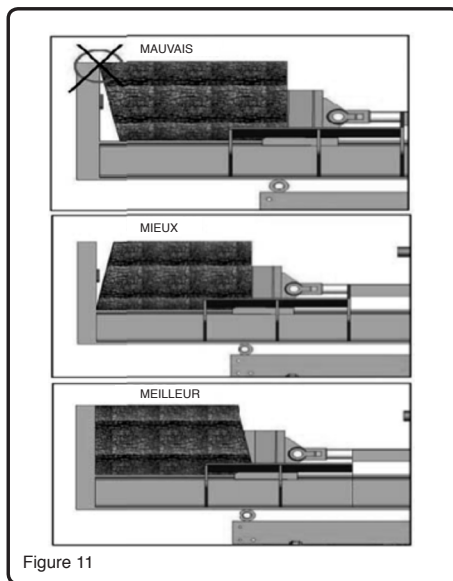

Figure 11
3. Pour charger une bûche sur la poutre contre la plaque d'extrémité, saisissez la bûche par les côtés et non pas par les extrémités. (Longueur maximale de bûche – 26 pouces [66 cm]). (See fig. 11)